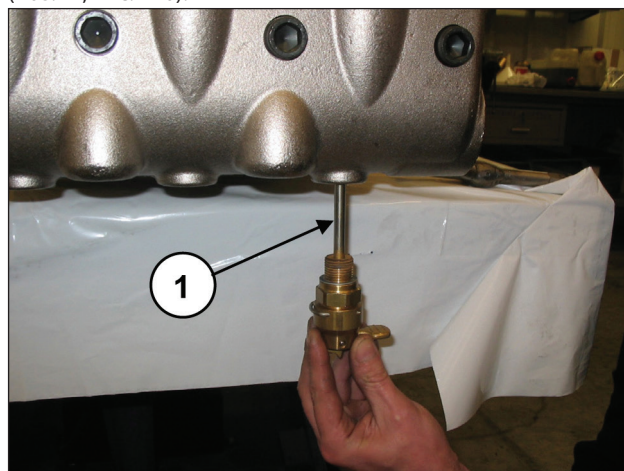
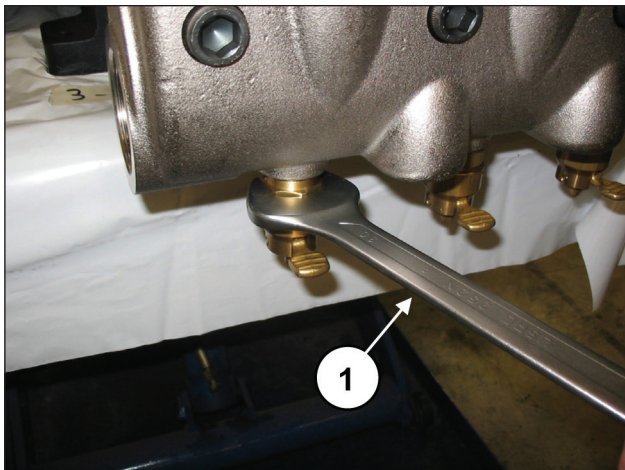

Рис. 119
Рис. 120
Установите устройства открывания клапанов (поз. ①, Рис. 119) и прикрутите их с помощью ключа на 30 мм (поз. ①, Рис. 120).